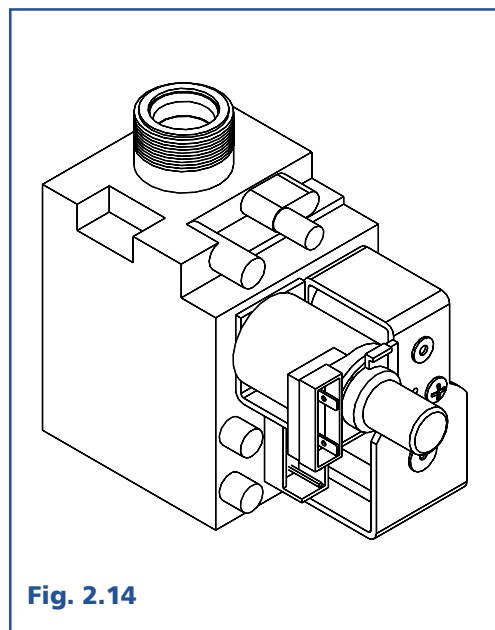

Fig. 2.14
2.9 Valvola del gas (Fig. 2.14)